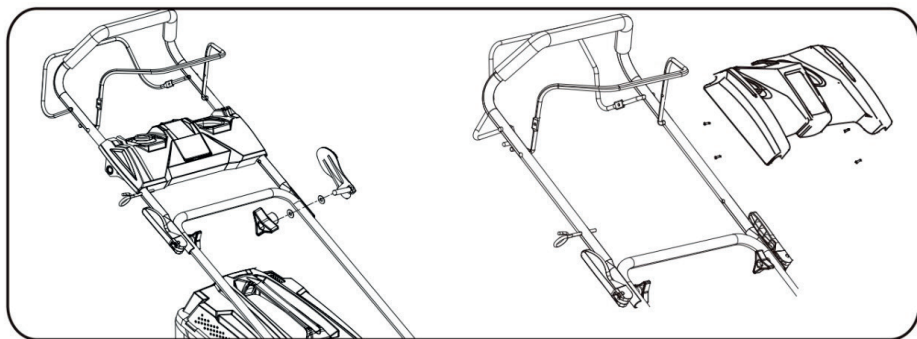

Рис. 4
2. Разверните верхнюю ручку и прикрепите ее к нижней ручке с помощью больших ручек и болтов с каждой стороны. (Рис. 4)